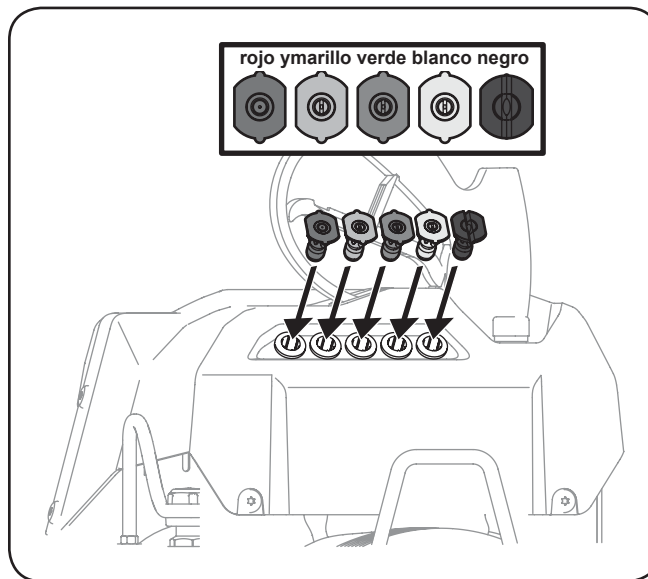

Figura 3-2
2. Ubique la bolsa que contiene las 5 boquillas de rociado multicolores, que se incluyen con las piezas sueltas de la caja, e inserte las puntas en los orificios de montaje provistos en la unidad principal de la lavadora a presión. Siga el patrón de colores que se suministra en la etiqueta de la unidad para conocer el orden adecuado en el que se deben colocar dichas puntas. Consulte la Figura 3-2.